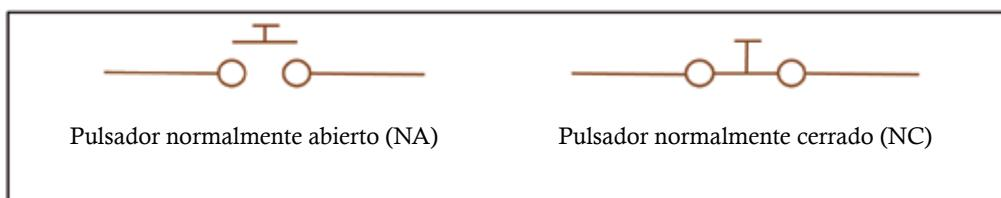

Figura 2. Esquema de tipos de pulsadores
En el mercado se encontrarán dos tipos de interruptores: los de contacto normalmente abierto en reposo (NA) y los de contacto normalmente cerrado en reposo (NC). Los interruptores del tipo NA se encuentran, en su posición de reposo, en circuito abierto, por lo cual no circula corriente a través de ellos; al ser oprimidos cambian su estado al de circuito cerrado, permitiendo así el flujo de corriente. Mientras que los interruptores del tipo NC se encuentran en circuito cerrado durante su posición de reposo, y al ser oprimidos se abre el circuito impidiendo el flujo de la corriente. Ambos tipos de pulsadores vuelven a su posición de reposo en el momento en que dejan de ser presionados, como se muestra en el esquema de la figura 2.